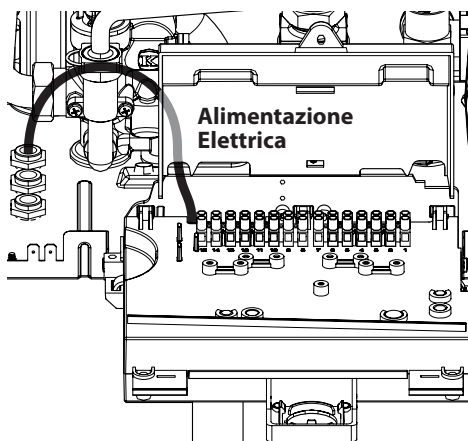

Figura 5.24
- Collegare il cavo di alimentazione elettrica all'interruttore onnipolare rispettando la corrispondenza della linea (filo marrone) e del neutro (filo azzurro) Figura 5.24.